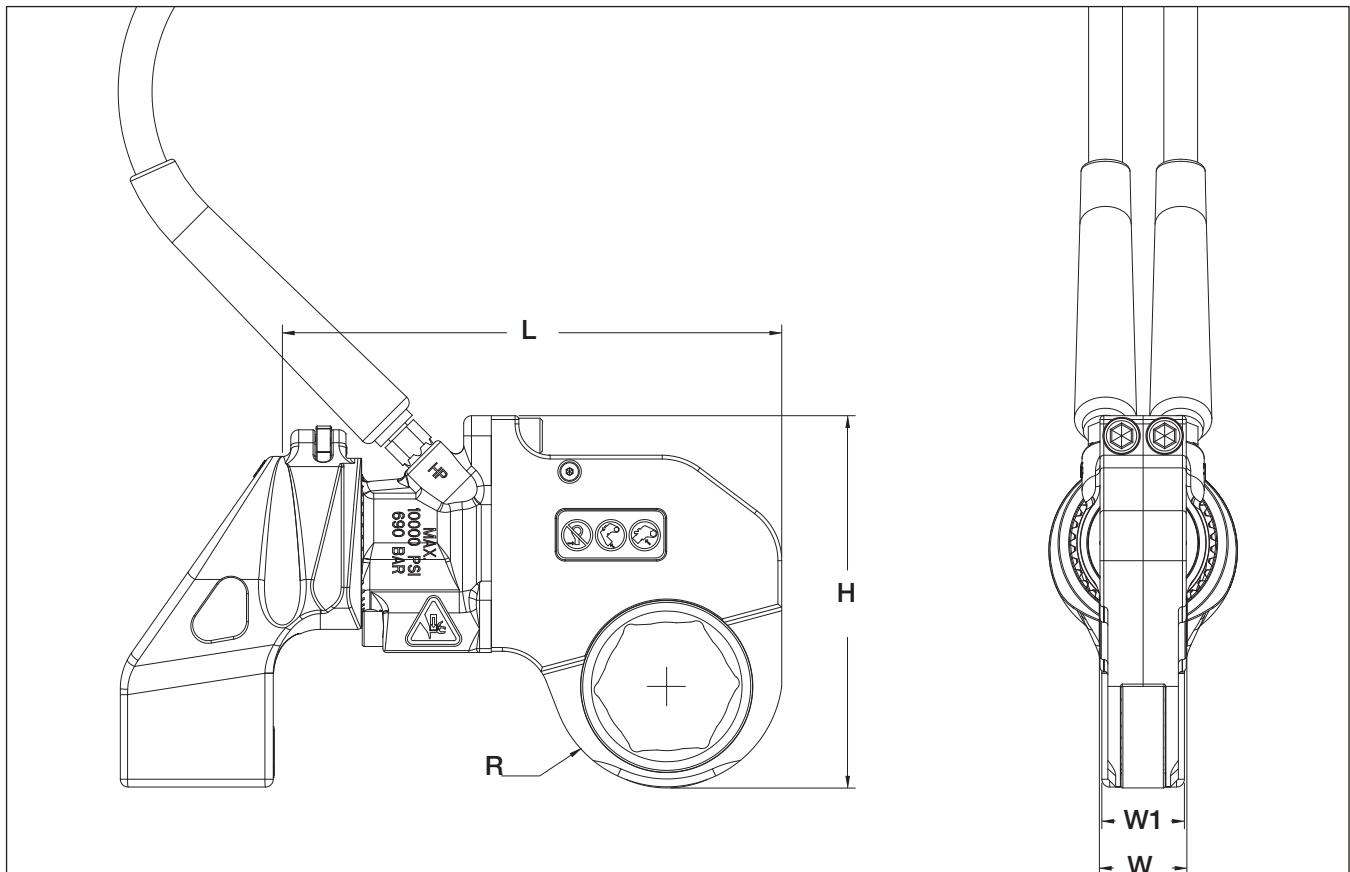

Fig. 7.3-1
7.4.1 Tabell för imperial - RSL BOP sexkantskassett (se Fig. 7.3-1 för platser med dimensionerna AF, R, L, H, W och W1)
(se Fig. 7.3-1 för platser med dimensionerna AF, R, L, H, W och W1)